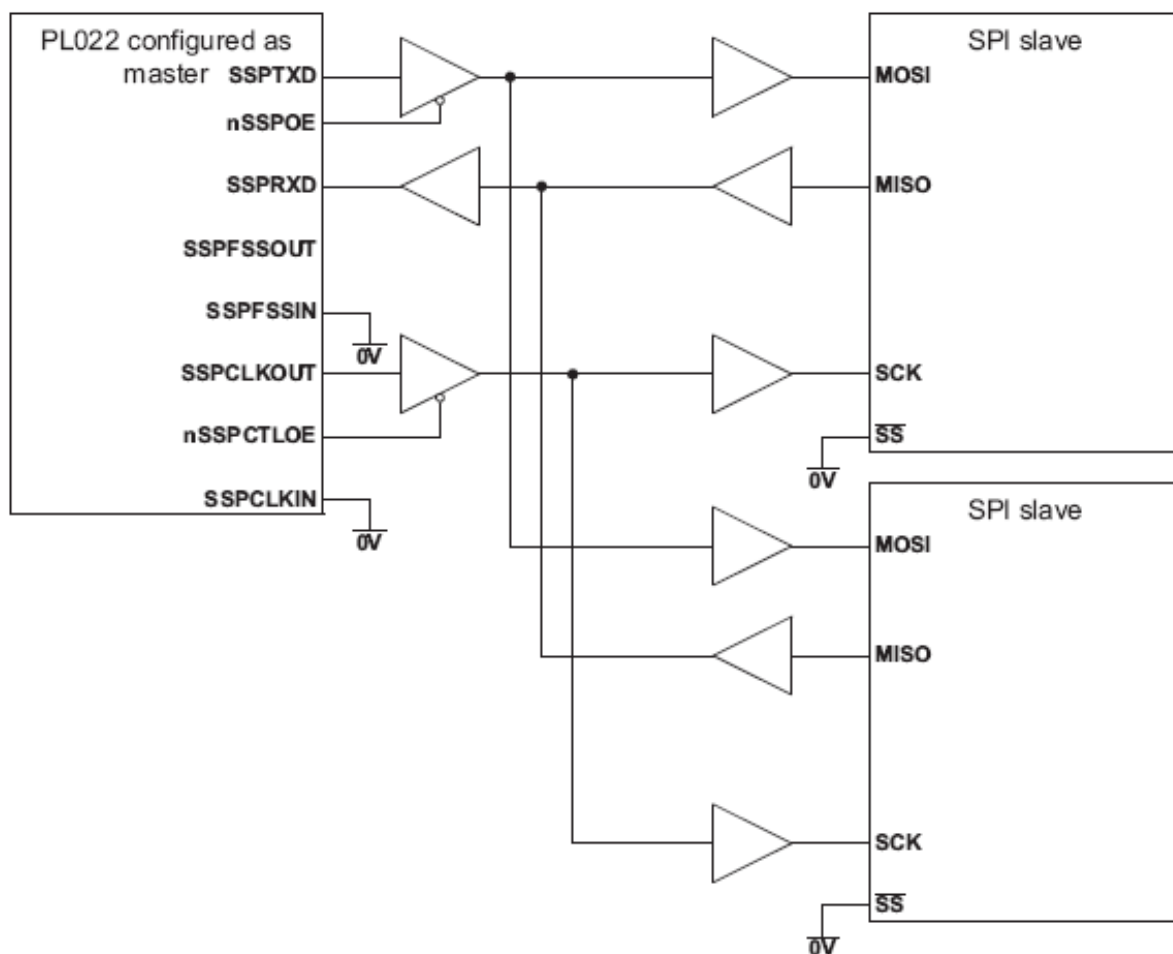

Рисунок 111 – Ведущее устройство SSP подключено к двум ведомым, поддерживающим SPI
Рисунок 111 показывает подключение модуля SSP, сконфигурированного как ведущее устройство, к двум ведомым устройствам, поддерживающим протокол SPI фирмы Motorola. Внешние устройства сконфигурированы как ведомые, путем установки в низкий логический уровень сигнала выбора ведомого устройства Slave Select (SS). Как и в предыдущем примере, ведущее устройство способно передавать данные в адрес ведомых по кругу по линии SSP_TXD. Ответная передача данных на входную линию SSP_RXD ведущего устройства, одновременно осуществляется только одним из ведомых по соответствующей линии MISO.